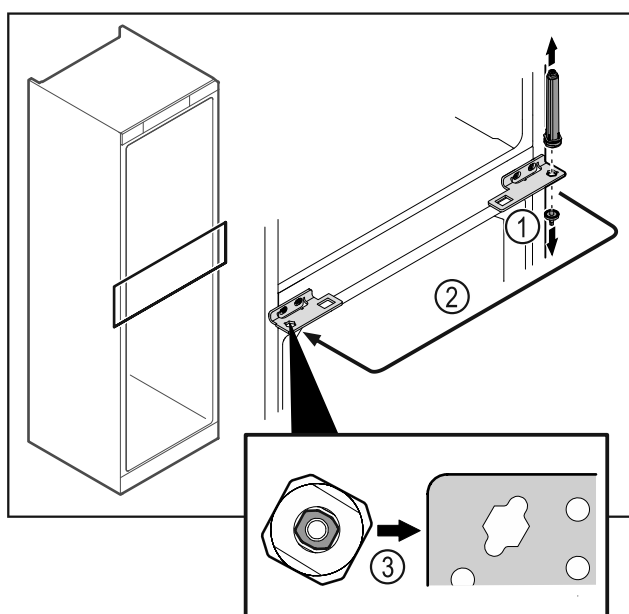

Fig. 39
- Svitare il perno della cerniera Fig. 39 (1).
- Spostare il sistema di chiusura della porta Fig. 39 (2).
- All'atto dell'utilizzo fare attenzione al corretto allineamento del sistema di chiusura della porta Fig. 39 (3).